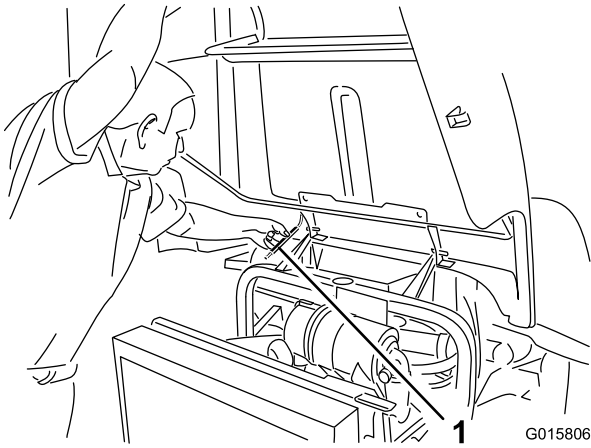

Figura 29
2. Sollevare il cofano fino a quando non è possibile posizionare l'asta di sostegno dietro il tubo del telaio (Figura 29).